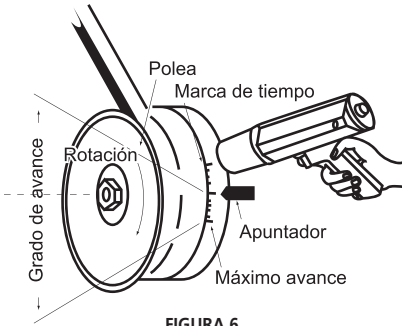

FIGURA 6.
6. Arranque el motor y opere a una velocidad de reposo. Apunte la pistola a las marcas de sincronización, como se indica en la figura 6.
3. Dirija la luz de sincronización a la marca de tiempo y suavemente gire el distribuidor a la izquierda o derecha hasta que la marca esté alineada con el apuntador. Vea la figura 6. Detenga el motor.
2. La marca de tiempo debe quedar estacionaria mientras el motor alcance la velocidad según especificaciones del fabricante. La marca de tiempo deberá moverse gradualmente y sin brusquedad (ver la figura 6).